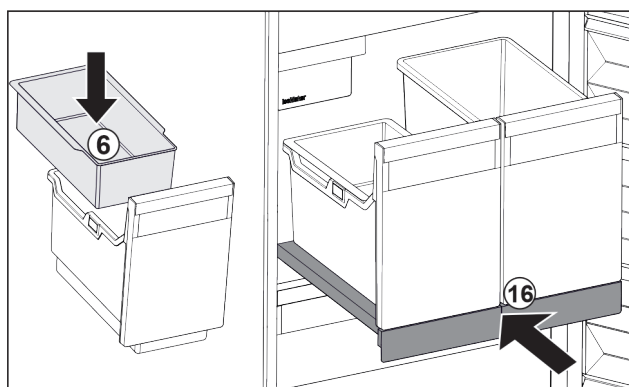

Fig. 40
- Vsaďte závěsnou misku Fig. 40 (6) pro kostky ledu.
- Zasuňte vysouvací přihrádku s nádobou (IceTower). Fig. 40 (16)